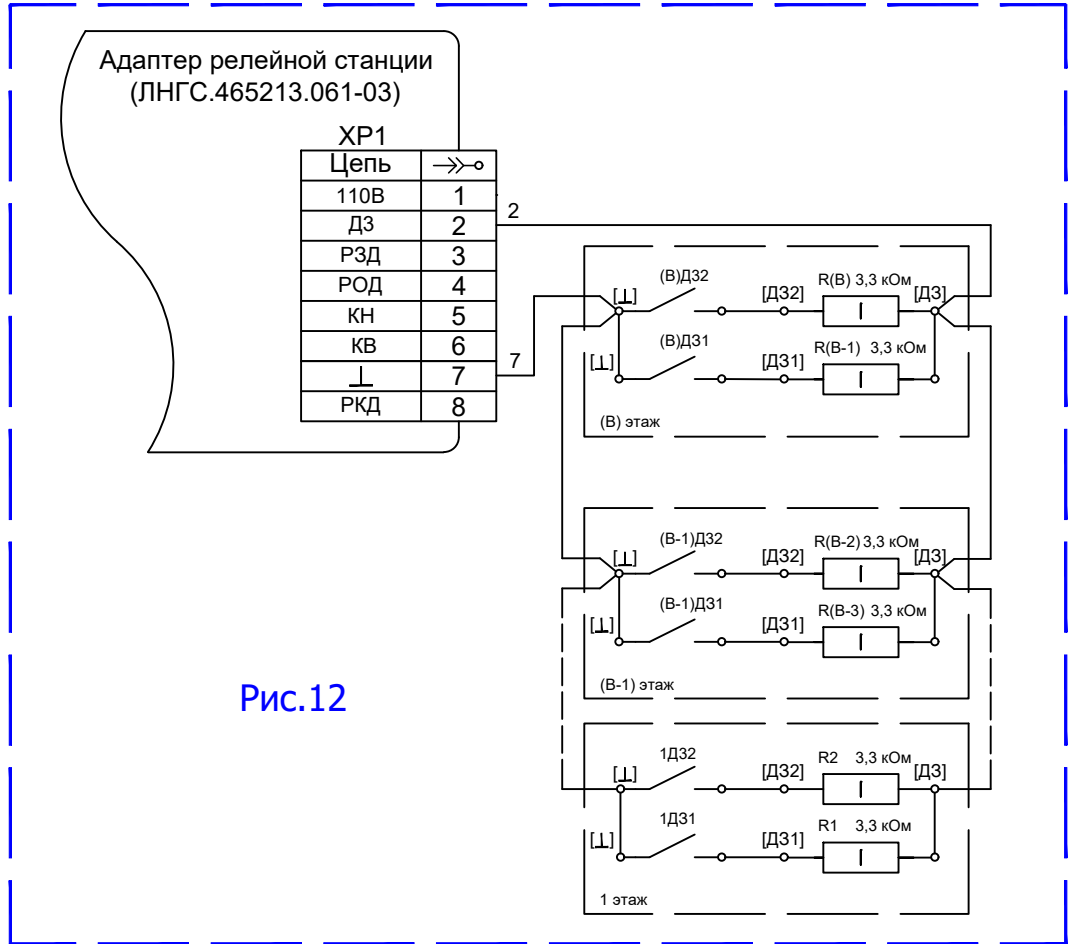

Рис.12
15. Монтаж схемы защиты от проникновения в шахту провести по рис.12 при отсутствии на лифте штатного контроля проникновения в шахту в режиме нормальной работы. В качестве ДЗ использовать свободную нормально разомкнутую группу контактов замков шахтных дверей.